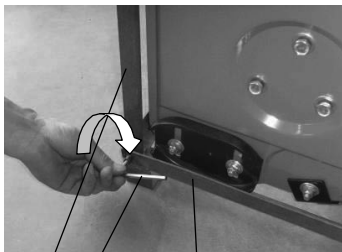

Abb. 1
1. Lösen Sie die Schraube und entnehmen Sie die obere Halterung (Abb. 1).